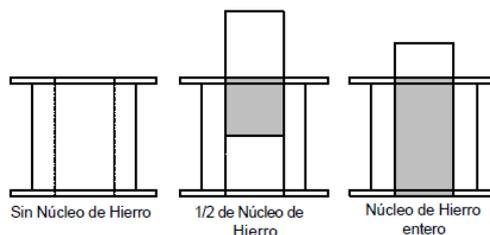

Figura 1
- 4.1. Para medir las impedancias se armará los circuitos, como se indica en la figura 1.